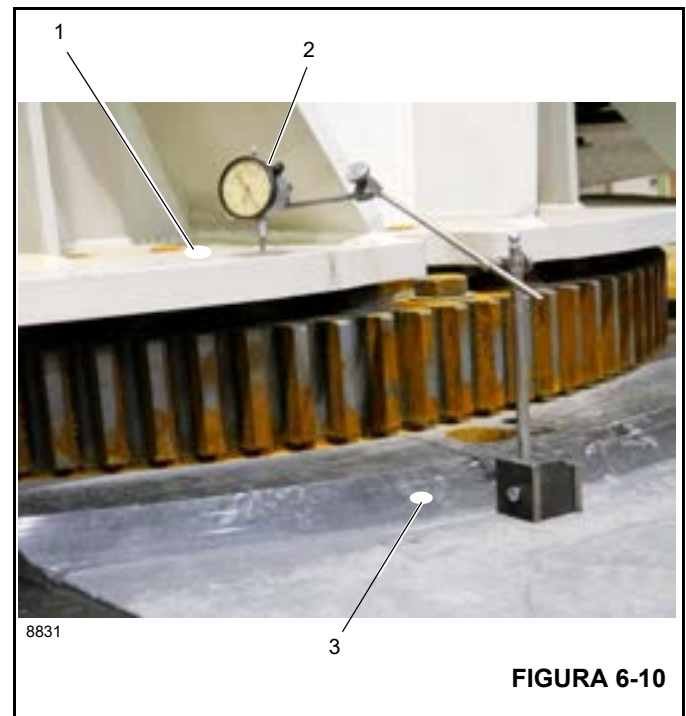

FIGURA 6-10
2. Coloque um relógio comparador (2, Figura 6-10) na estrutura da caixa T (3), no lado oposto da lança.
3. Coloque o relógio comparador na parte superior da placa de rolamento da torre (1, Figura 6-10).